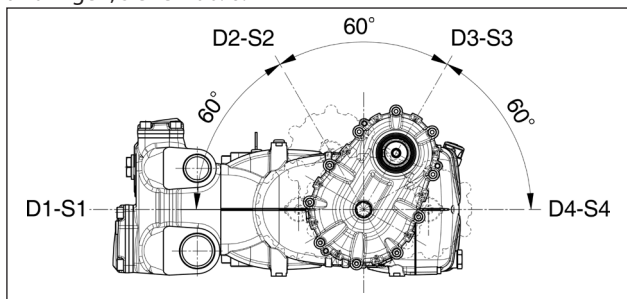

Abb. 6
~ 4,8 Liter bei Versionen mit Getriebe in Pos. ① und ④ (Abb. 6)
Sie können darüber hinaus das Getriebe in 4 Baupositionen anbringen, siehe Abb. 6.